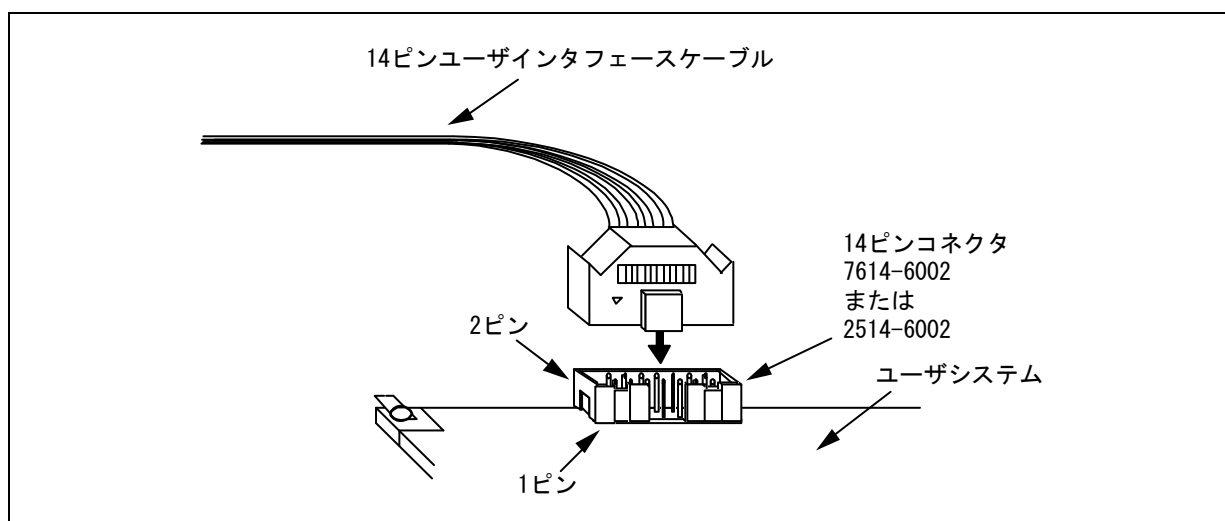

図2.3 E1エミュレータでの14ピンコネクタへのユーザインタフェースケーブル接続方法
- (3) コネクタのピン配置は、対象マイコンのE1/E20エミュレータ別冊マニュアルを参照してください。
(4) ユーザシステム上に実装したエミュレータ接続コネクタとE1/E20エミュレータをユーザインタフェースケーブルで接続します。図2.3～図2.5にE1/E20エミュレータとエミュレータ接続コネクタの接続方法を示します。